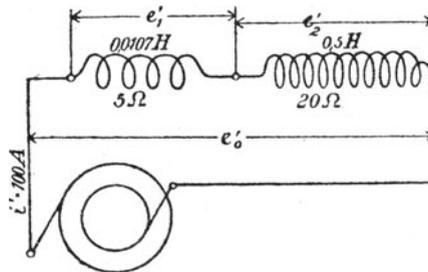

Fig. 110.
255. Durch zwei hintereinander geschaltete Spulen (Fig. 110) fließt ein Wechselstrom von $100 [80] (10) \text{ A}$ und 50 Perioden. Der Widerstand der ersten Spule ist $W_1 = 5 [7] (3) \Omega$, ihr Selbstinduktionskoeffizient $0,0107 [0,02] (0,03) \text{ Henry}$, der Widerstand der zweiten Spule $20 [17] (8) \Omega$, ihr Selbstinduktionskoeffizient $0,5 [0,2] (0,1) \text{ Henry}$.